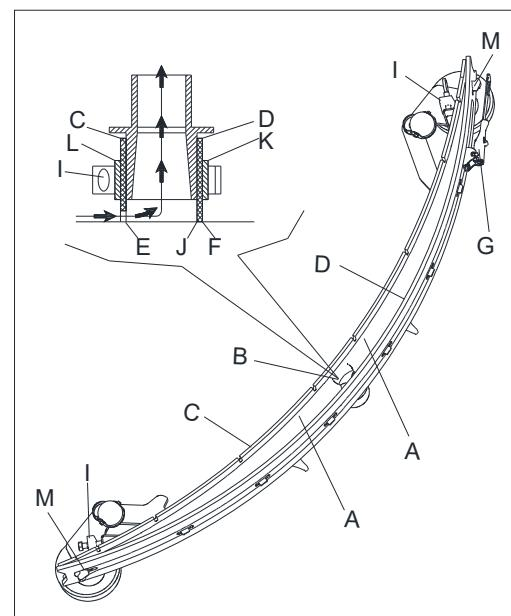
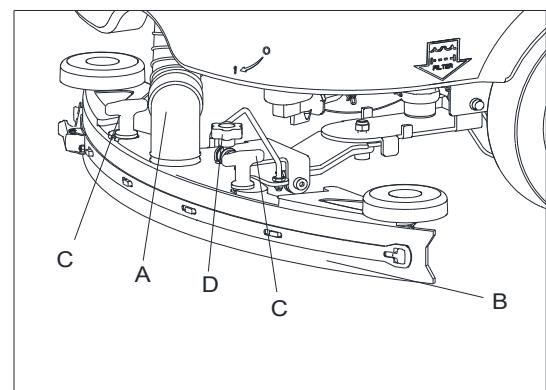

Abbildung 23
Abbildung 24
2. Vergewissern Sie sich, dass die Kanten (E, Abbildung 23) der vorderen Klinge (C) und die Kanten (F) der hinteren Klinge (D) mit ihrer Länge auf einer Ebene liegen. Falls erforderlich, passen Sie ihre Höhe nach folgendem Verfahren an:
- Entfernen Sie die Verbindungsstange (G), lösen Sie die Befestigungselemente (M) und passen Sie das hintere Blatt (D) an, dann legen Sie die Befestigungselemente (M) ein und installieren Sie die Verbindungsstange (G).
- Lösen Sie die Knöpfe (I) und passen das vordere Blatt (C) an. Ziehen Sie dann die Knöpfe fest an.
3. Überprüfen Sie das vordere Blatt (C) und das hintere Blatt (D) auf Verschleiß, Schnitte und Risse. Ersetzen Sie diese nach folgender Vorgehensweise, falls erforderlich. Überprüfen Sie, ob die vordere Kante (J) des hinteren Blatts (D) nicht abgenutzt ist. Drehen Sie die Klinge um, um die abgenutzte Kante mit einer ganzheitlich abschließenden zu ersetzen, falls erforderlich. Falls die anderen Kanten ebenfalls abgenutzt sind, ersetzen Sie das Blatt nach der folgenden Vorgehensweise:
- Entfernen Sie die Verbindungsstange (G), lösen Sie die Befestigungselemente (M) und entfernen Sie die Halteleiste (K), ersetzen/kippen Sie dann das hintere Blatt (D). Montieren Sie das Blatt in umgekehrter Reihenfolge der Demontage.
- Schrauben Sie die Knöpfe (I) ab und entfernen die Halteleiste (L), ersetzen Sie dann die vordere Klinge (C). Montieren Sie das Blatt in umgekehrter Reihenfolge der Demontage. Nach dem Blattwechsel (oder Umkippen), passen Sie die Höhe an, wie im vorherigen Schritt gezeigt.
4. Verbinden Sie den Vakumschlauch (A, Abbildung 24) mit dem Gummiabzieher.
5. Installieren Sie den Gummiabzieher (B, Abbildung 24) und verschrauben Sie die Knöpfe (C, Abbildung 24).
6. Falls erforderlich, passen Sie den Balance-Einstellknopf des Gummiabziehers (D, Abbildung 24) an.